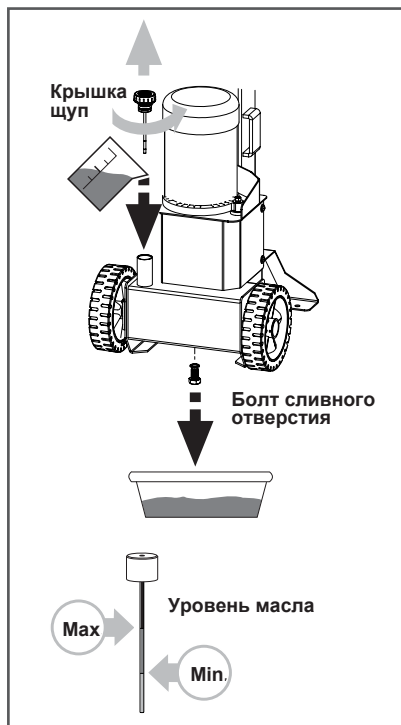

Рис. 11 Замена масла
4. Открутите болт сливного отверстия и слейте масло в емкость (Рис.11). Закрутите болт.
6. Проверьте, чтобы уровень масла соответствовал верхней отметке на щупе (Рис.11).